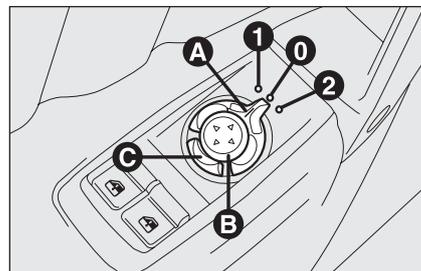

fig. 34
Selezionare, mediante il dispositivo **A-fig. 34**, lo specchio desiderato:
In caso di necessità (per esempio quando l'ingombro dello specchio crea difficoltà in un passaggio stretto) è possibile ripiegare gli specchi premendo il pulsante **C-fig. 34**.
Per riportare gli specchi in posizione di marcia premere nuovamente il pulsante **C-fig. 34**.
- ruotare il selettore **A-fig. 34** in posizione **2** (selezione specchio lato passeggero);
Procedere come segue: inserire la chiave elettronica nel dispositivo di avviamento; inserire la retromarcia; ruotare il selettore **A-fig. 34** in posizione **2** (selezione specchio lato passeggero).
Lo specchio tornerà automaticamente nella posizione iniziale dopo circa 10 secondi dal disinnesto della retromarcia, immediatamente dopo il superamento dei 10 km/h con marcia avanti oppure ruotando il selettore **A-fig. 34** in posizione **0**.